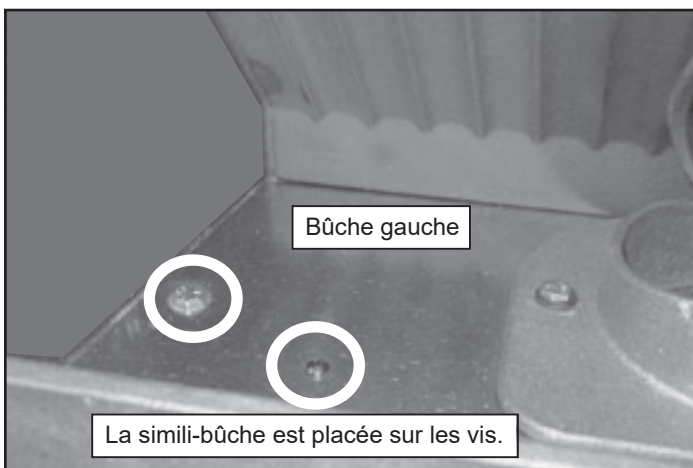

Figure 22.1
1. Placez la bûche gauche tel qu'illustré. Il y a deux encoches au bas de la bûche qui doivent être placées par-dessus les têtes de vis dans la boîte à feu (Figures 22.1 et 22.2).